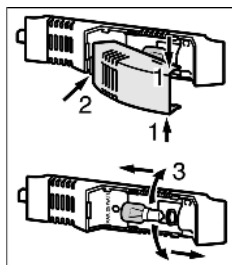

Fig. 17
- ▶ Pokrov žarulje primite gore i dolje Fig. 17 (1).
- ▶ Pokrov žarulje otkopčajte otraga i otkvačite Fig. 17 (2).
- ▶ Zamijenite žarulju Fig. 17 (3).